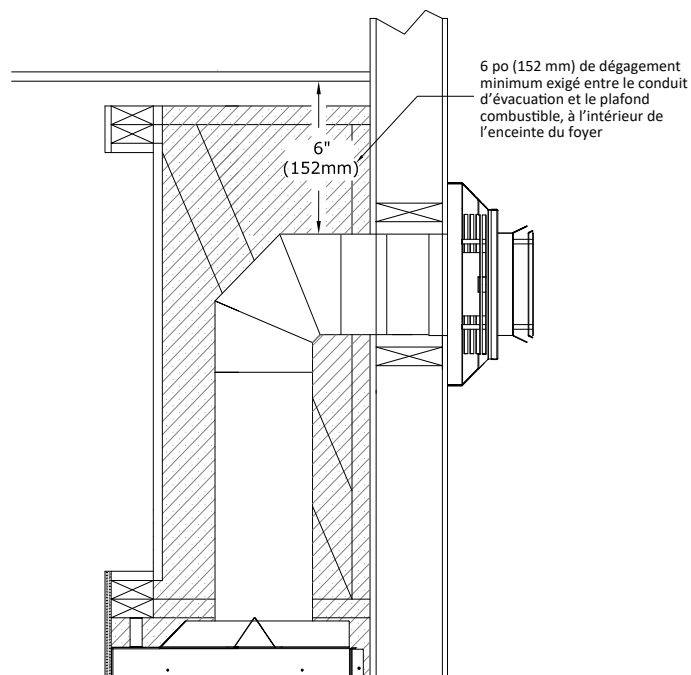
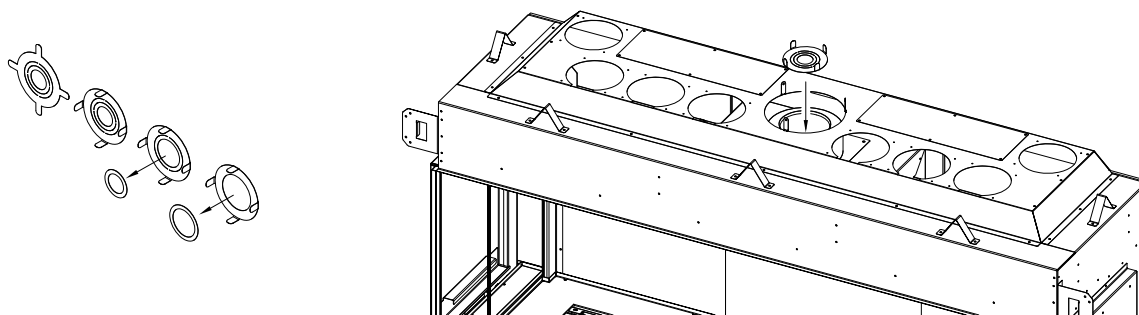

Figure 6.3 - Dégagement du conduit d'évacuation horizontal à l'intérieur de l'enceinte du foyer
Figure 6.4 - Installation de la plaque de restriction
- Tout conduit d'évacuation horizontal à l'intérieur de l'enceinte du foyer doit avoir un dégagement minimum de 6 po (152 mm) entre le dessus du conduit d'évacuation et le plafond de l'enceinte du foyer. Voir la Figure 6.3.
- La plaque de restriction fournie à tous ses anneaux intérieurs intacts et, une fois installée, elle offre la restriction d'évacuation la plus élevée. Les (2) anneaux pré-coupés du centre peuvent être retirés. Pour créer moins de restriction, retirer seulement le premier anneau du centre; pour créer encore moins de restriction, retirer aussi le deuxième anneau du centre.
- Voir la Figure 6.4 pour installer la plaque de restriction avant de raccorder le conduit d'évacuation, ou insérez-la par le plafond de la chambre de combustion du foyer, si le conduit d'évacuation est déjà raccordé. Pour les recommandations d'ajustement d'évacuation par la plaque de restriction, voir la Section 10.2.3, Restriction d'évacuation (après installation).
La Figure 6.3 montre le dégagement minimum à maintenir entre le dessus du conduit d'évacuation horizontal et le plafond combustible, à l'intérieur de l'enceinte du foyer. La Figure 6.4 montre comment installer la plaque de restriction d'évacuation avant l'installation du conduit d'évacuation. Voir la procédure détaillée à la Section 6.4.